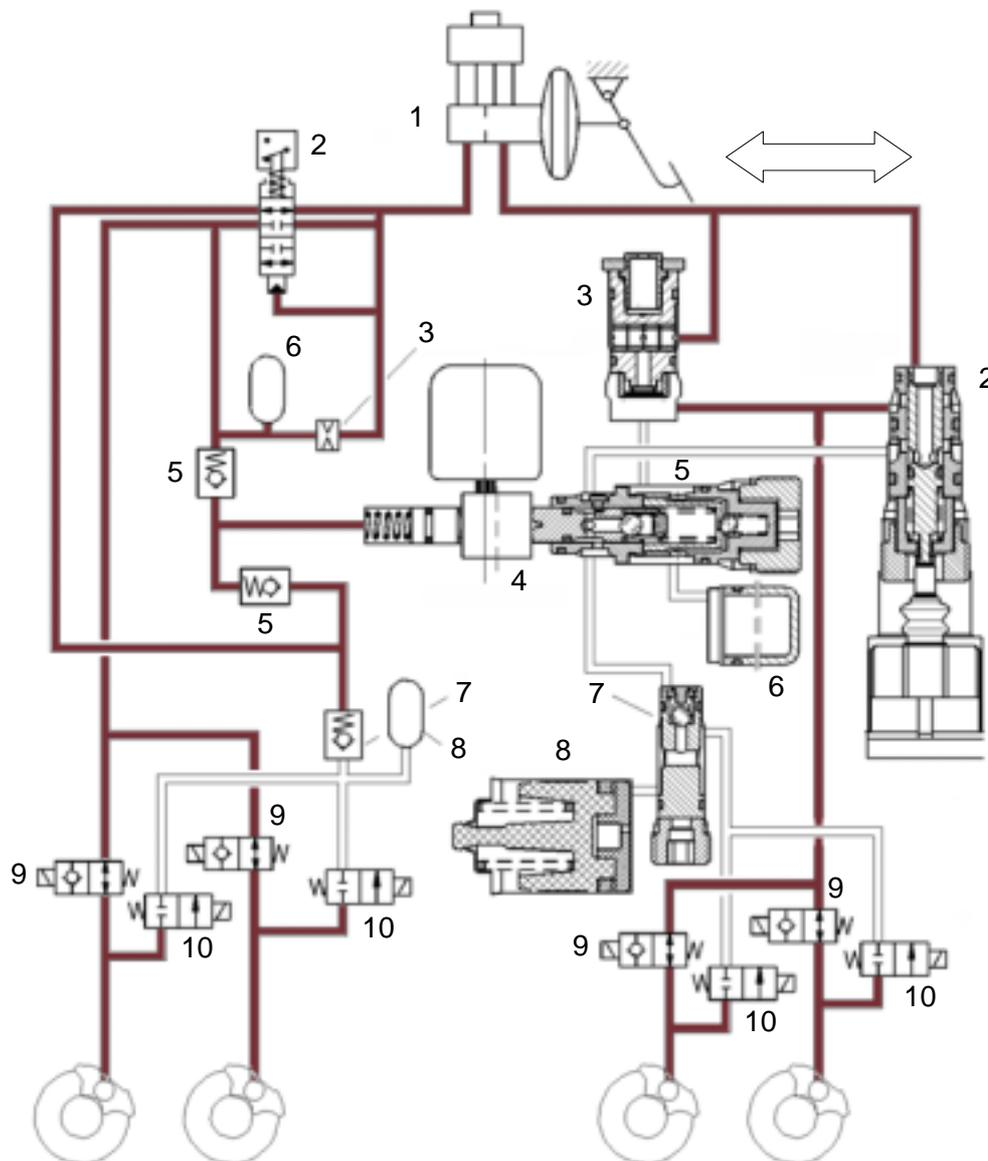

Abb. 10
Abbildung 10 zeigt das Bremspedal mit Hauptzylinder und Bremskraftverstärker (1), das ETC Ventil mit Schalter (2), die Befüllerkolben (3), das Pumpensystem (4), die Saug-